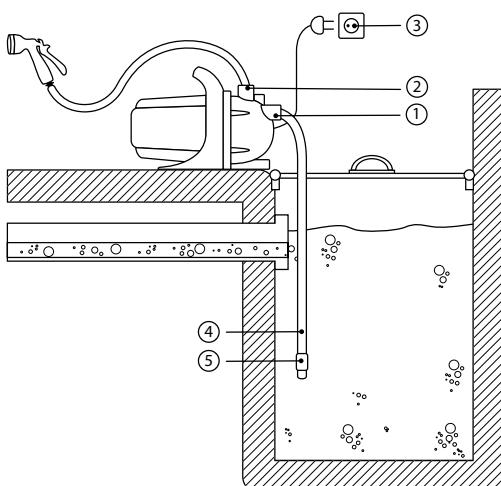

рис. 1
Закрепите насос болтами, чтобы избежать вибрации. При установке насос ось ротора должна располагаться горизонтально, насос устанавливается опорой вниз. Насос должен быть установлен строго горизонтально, чтобы обеспечить правильную работу подшипников. Подсоедините водопроводные трубы или шланги к входному (1) и выходному (2) патрубкам (рис. 1). Заборную магистраль (4) расположите под углом к выпускному отверстию и погрузите в воду на глубину не менее 0,2 м (расстояние до грунта не должно быть менее 0,5 м). Обращайте внимание на герметичность соединений, даже небольшой подсос воздуха в заборной магистрали резко сокращает производительность насоса и высоту всасывания.